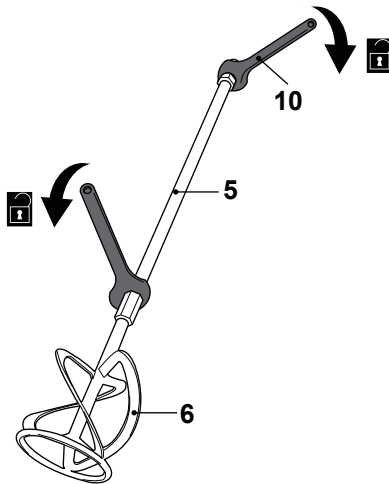

Fig. 7
>Fijar la tuerca soldada de la varilla (5) con una llave de montaje (10) y aflojar la paleta mezcladora (6) en el sentido contrario de las agujas del reloj con otra llave de montaje (10) agarrando la tuerca soldada (Fig. 7).